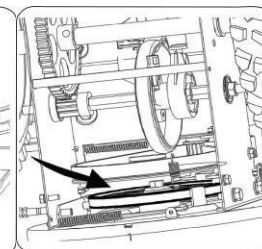

Figure 30
4. Снимите приводной ремень со шкива и между фрикционным колесом и диском фрикциона. Fig 30.